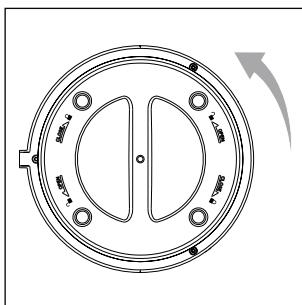

Fig. 3
3. Tournez le couvercle du boîtier ⑨ en dessous de l'appareil légèrement dans le sens des aiguilles d'une montre dans le sens **OPEN** ↗ pour l'ouvrir (voir fig. 3). Retirez ensuite le couvercle du boîtier ⑨ de l'appareil.